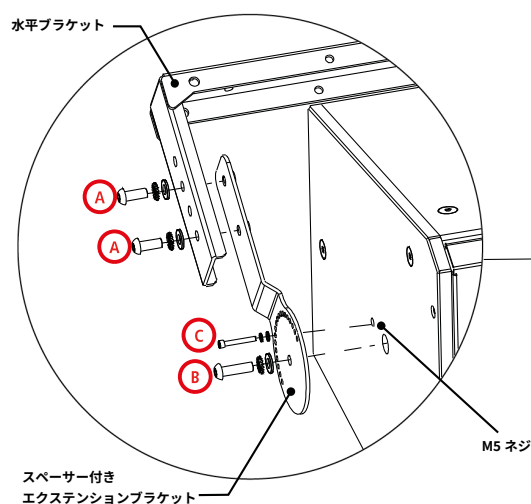

図 2
2. M10×25 ネジ 2 本を使い、エクステンションブラケットを水平ブラケットに固定します **(A)**。この際、フラットワッシャー 1 枚と歯付きワッシャー 1 枚を組み合わせて固定します（図 2）。
5. 中央の M10×40 ネジ (5 インチスピーカーの場合 M8×45 ネジ) をスピーカーの天面 / 底面のネジ穴に固定します。**(B)** この際、フラットワッシャー 1 枚と歯付きワッシャー 1 枚を組み合わせて固定します（図 2）。